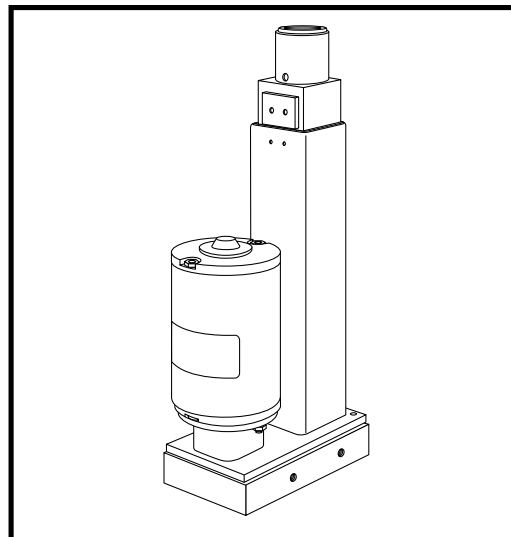

Figure 11. Moteur du siège électrique
1. Alignez le mât avec l'ouverture dans le moteur du siège. Voir la figure 11.